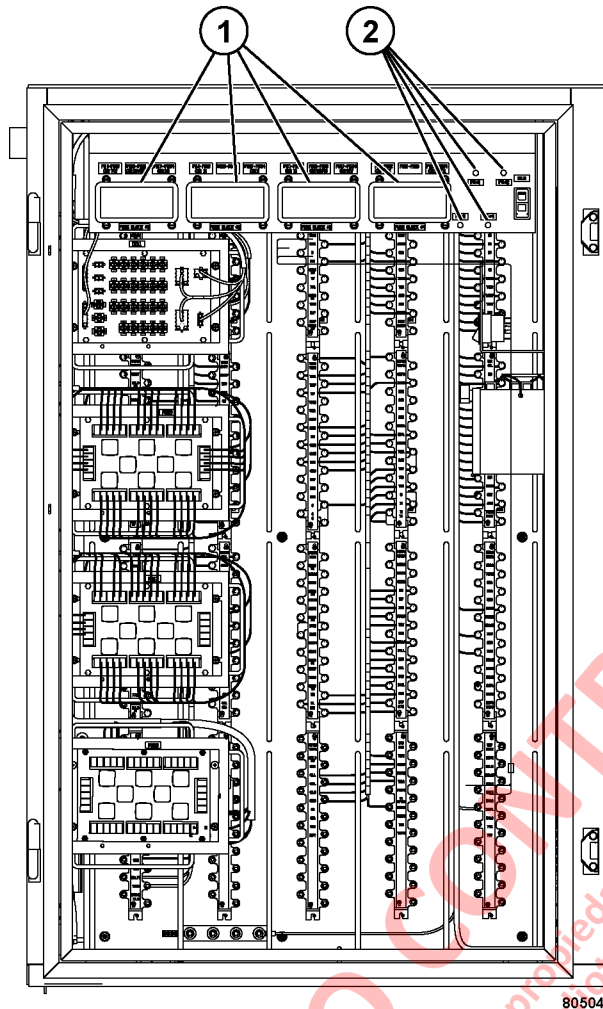

FIGURA 3-3. GABINETE DE CONTROL AUXILIAR
Los fusibles están contenidos en cuatro bloques de fusibles (1, Figura 3-3) y cuatro soportes de fusibles (2) que protegen varios circuitos del camión. Siempre reemplace los fusibles quemados por uno nuevo del mismo tipo. Para ver una lista de los tamaños y circuitos de fusibles, consulte las tablas de Bloques de fusibles al final de esta sección.